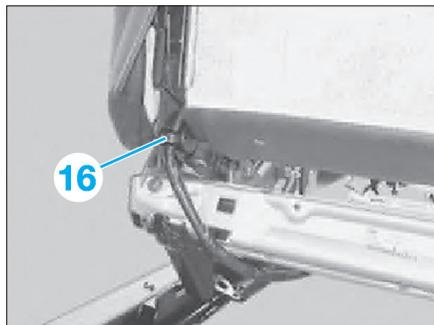

Fig. 19
- Dégrafer l'attache de câble (16) du mécanisme du siège (Fig.19).